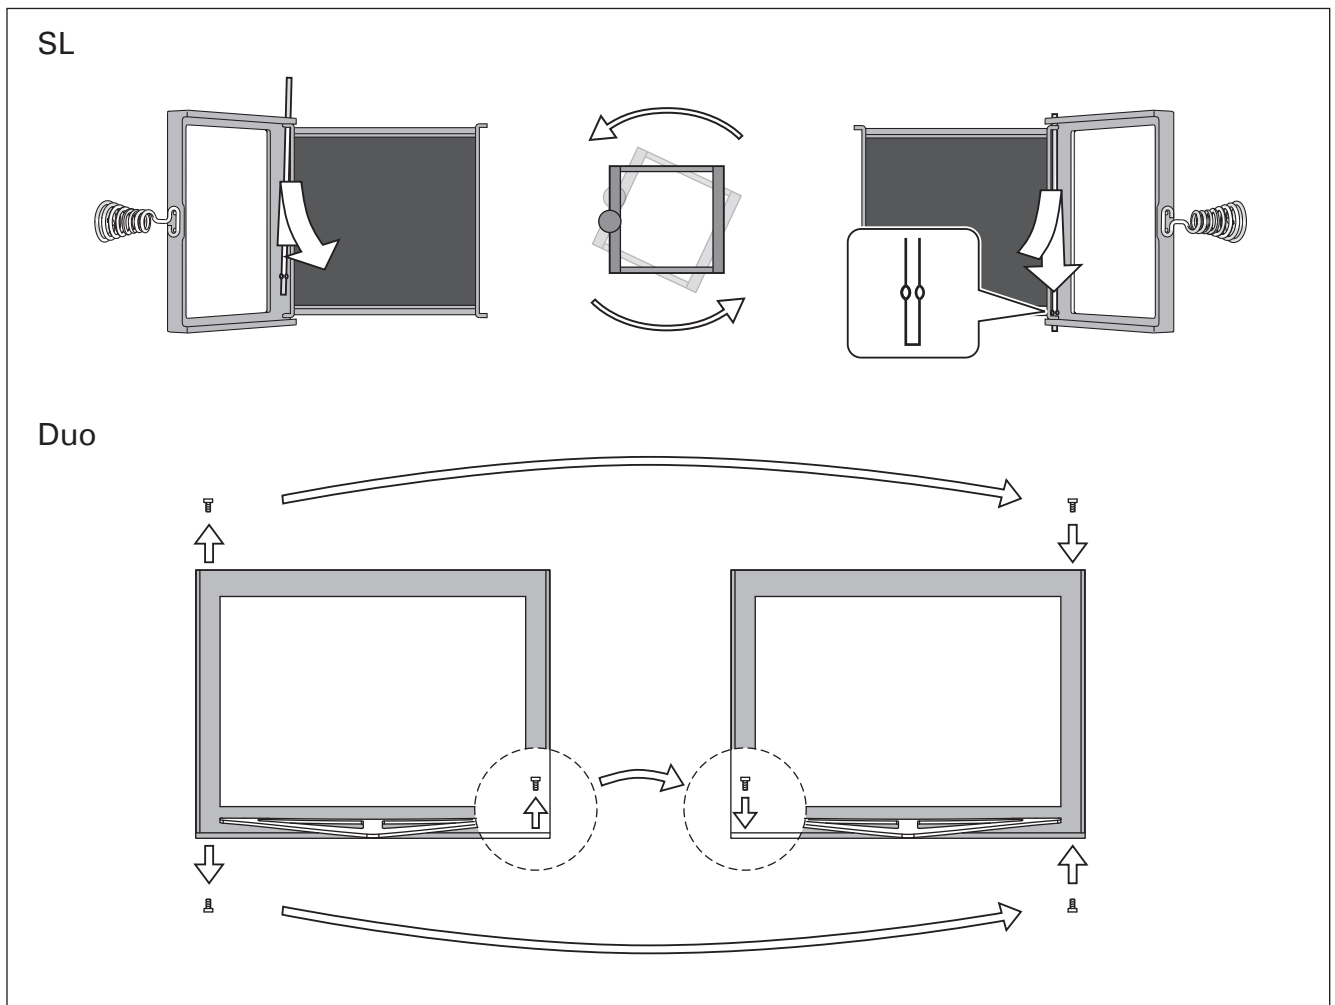

Рисунок 9. Изменение стороны подвески дверцы каменки
- Демонтируйте ось и дверцу каменки (рис. 9).